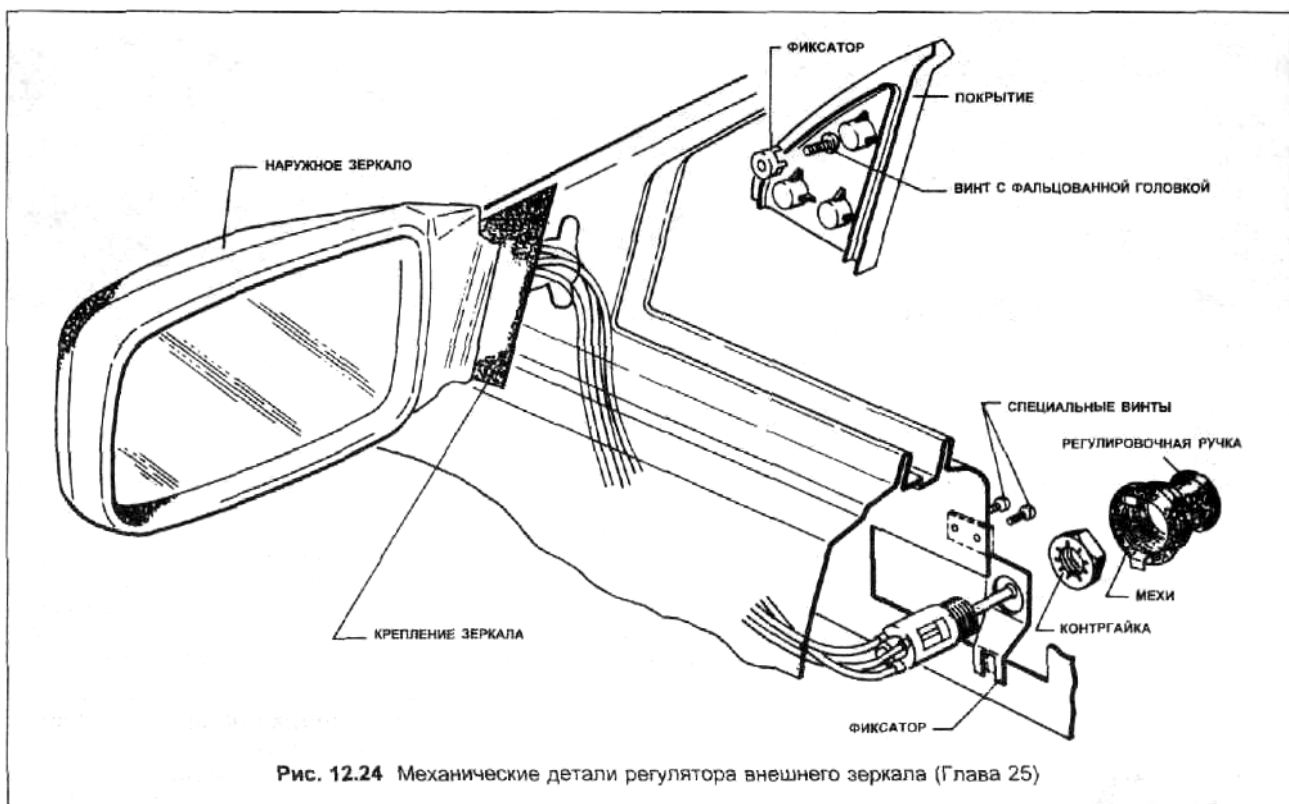

Рис. 12.24 Механические детали регулятора внешнего зеркала (Глава 25)
- 6 Отвинтите и удалите контргайку регулятора, затем проденьте регулятор через фиксатор (Рис. 12.24).